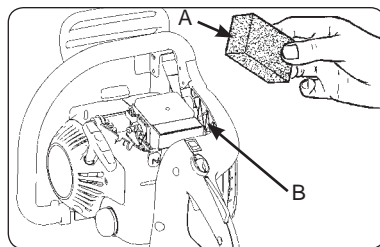

Рис. 18
1. Снимите крышку (9), отвинтив винты, которые ее закрепляют. Крышка поднимется.
2. Вытащите воздушный фильтр (A) из его коробки (B) (Рис. 18).